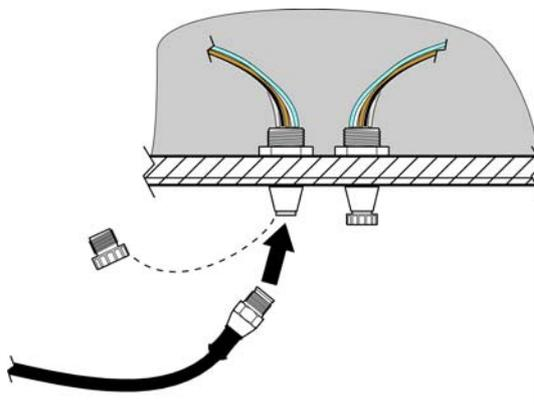

Рис. 6 Соединение датчика с контроллером с помощью быстросъемного разъема
1. Отверните защитную крышку разъемного гнезда контроллера (Рис. 6). Храните защитную крышку, чтобы плотно закрыть разъем контроллера в случае отсоединения датчика.